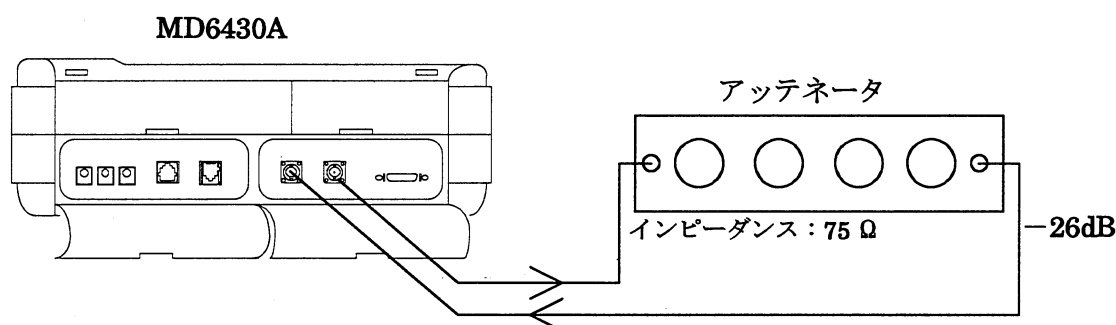

図 8.4-3 受信アンプ試験 接続方法
本器とアッテネータを図 8.4-3のように接続します。
(1) 接続
G.704 6.312M インタフェースのコネクタは G.704/I.431 2.048M (75 Ω) のコネクタと共通です。従って「8.4.3 G.704/I.431 2.048M インタフェース」と同様に本器とアッテネータを図 8.4-3のように接続します。